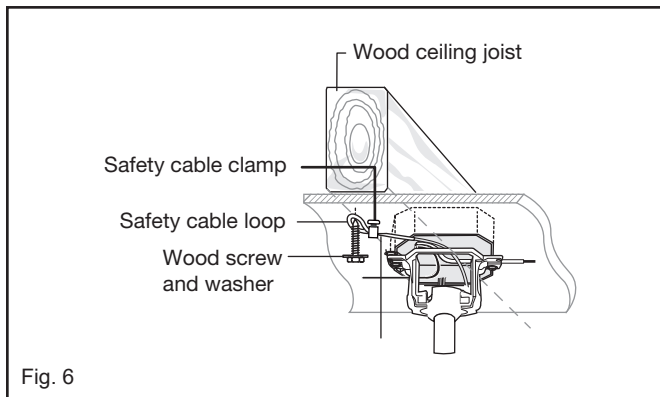

Fig. 6
Step 1. Attach the wood screw and the flat washer to the ceiling joist as shown (do not fully tighten). Slide the cable clamp onto the safety cable from the fan. Loop the safety cable around the wood screw that was just attached to ceiling joist. Feed the end of the cable into the clamp and pull as much cable through as possible. Firmly tighten screw in the clamp. Cut off excess cable and tighten the wood screw to ceiling joist. (Fig.6)
Paso 1. Fije el tornillo para madera y la arandela plana a la viga del techo como se muestra (no apriete completamente). Deslice la abrazadera del cable en el cable de seguridad del ventilador. Pase el cable de seguridad alrededor del tornillo para madera que acaba de colocar en la viga del techo. Introduzca el extremo del cable en la abrazadera y tire de la mayor cantidad de cable posible. Apriete firmemente el tornillo en la abrazadera. Corte el exceso de cable y apriete el tornillo para madera a la viga del techo. (Fig.6)